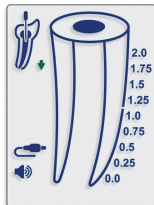
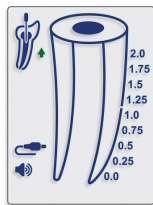

图 5
图 6
5. 4. 11. 牙锉在根管内的移动方向可通过屏幕上的向下（图 5）和向上（图 6）箭头看出来。